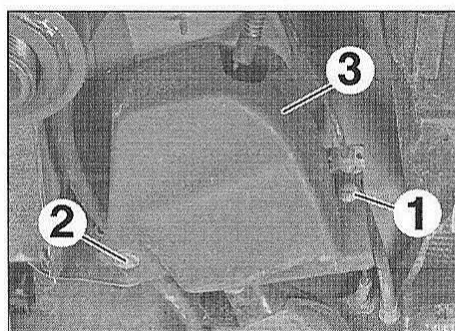

FIG.64
- Déposer (Fig.64) :
- la vis 1/4 de tour (1),
- la vis (2),
- le cache (3).